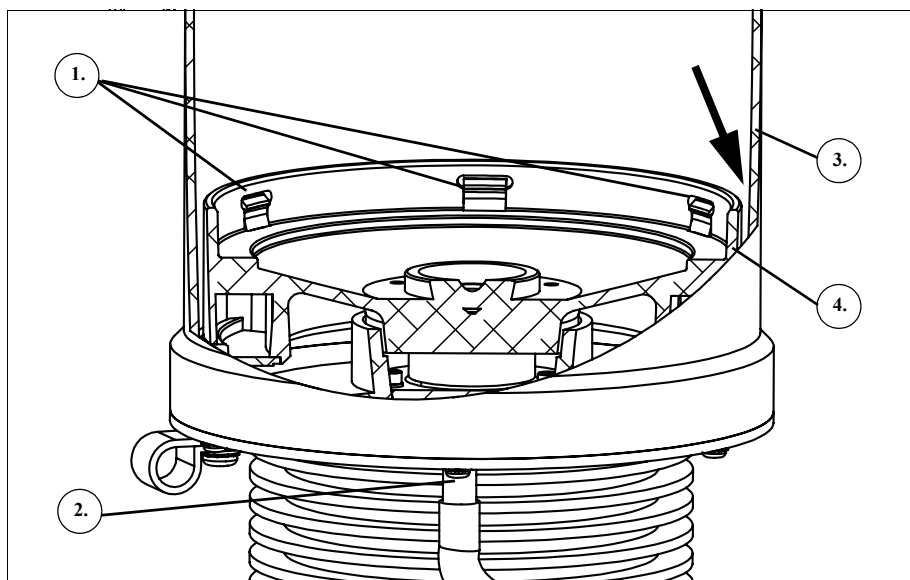

Figura 78, irrigación de los orificios de drenaje de la centrifuga
8. Utilice una jeringa de 60 cc para irrigar los orificios de drenaje de la centrifuga con agua. Dirija el líquido al espacio que hay entre el plato y la pared de la centrifuga (consulte Figura 78).